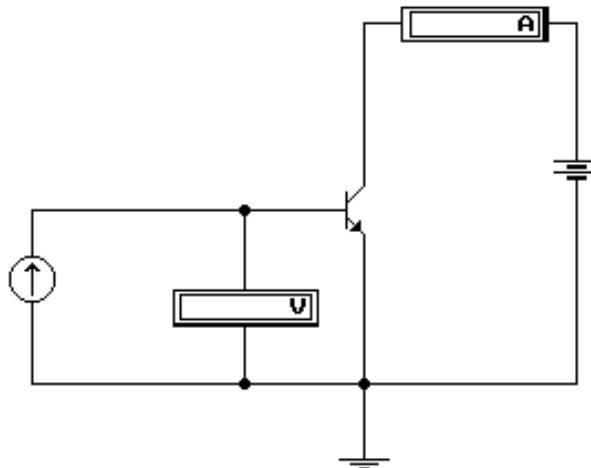

Рис. 1.1. Схема снятия статических характеристик
4. Снимите входную $I_{\text{б}} = f(U_{\text{б}})$ и проходную $I_{\text{к}} = f(U_{\text{б}})$ статические характеристики выбранного биполярного транзистора. Для этого целесообразно использовать отдельные источники питания для коллектора и базы (еще удобнее для питания базовой цепи пользоваться источником тока – см. рис. 1.1).